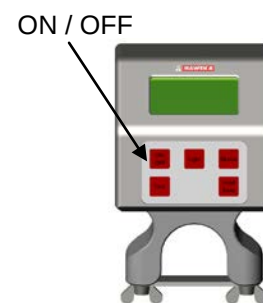

Abb. 4
- Neigungswinkelmesser mit der Taste ON/ OFF einschalten (Abb. 4)